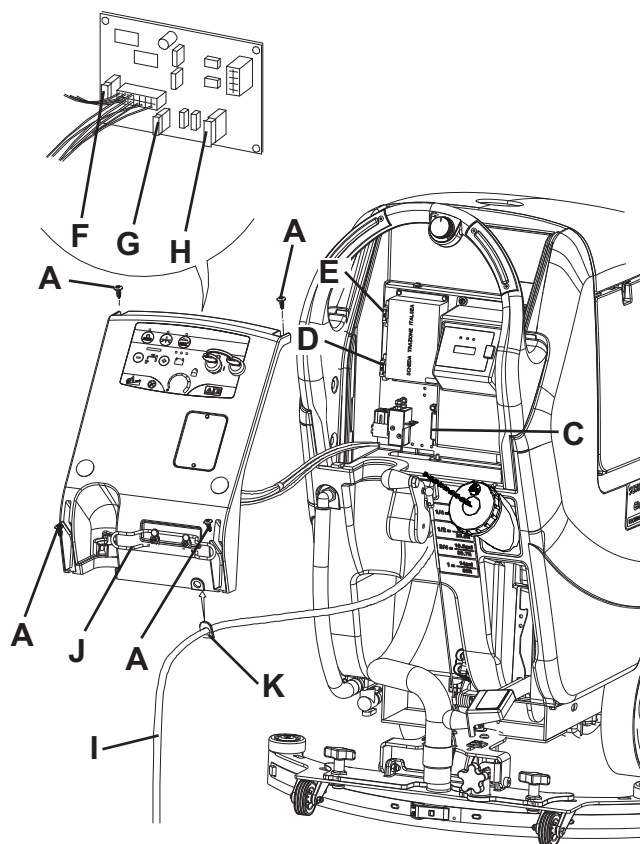

Figure 10
1. Débrancher le connecteur (12) des batteries.
2. Déplacer le tuyau de vidange de l'eau de récupération (16).
3. Si équipé, déposer le câble (I, Fig. 10) du chargeur de batterie du logement (J).
4. Déposer les vis (A) et déplacer le tableau (B) avec soin en dégageant la bague en caoutchouc (K) de son logement dans le tableau (B).